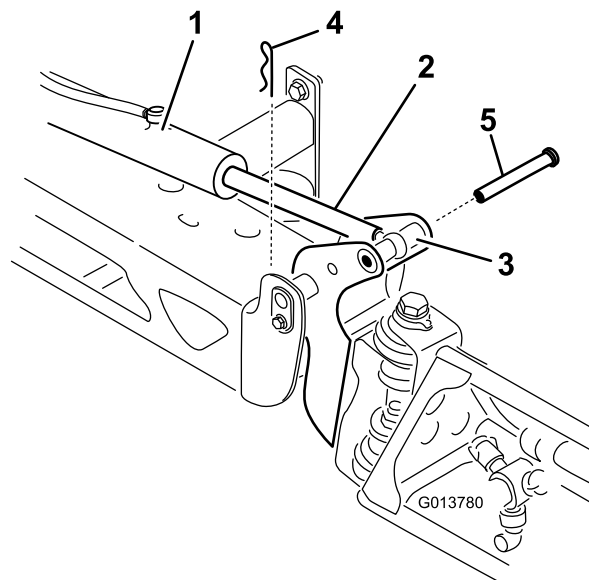

Figura 93
2. Retire la chaveta del pasador de giro (Figura 93).
3. Eleve el brazo, retire el pasador y baje lentamente el brazo al suelo (Figura 93).
8. Sujetando el brazo, introduzca el pasador a través del pivote del brazo y del émbolo del actuador (Figura 93).